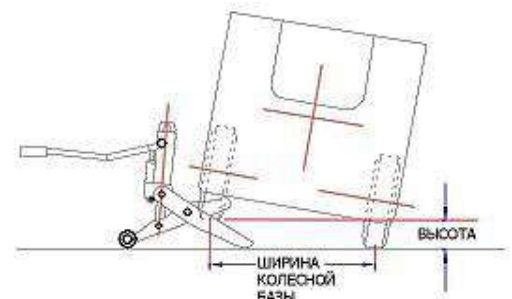

Рисунок 6.
• Будьте предельно внимательны при подъеме узких погрузчиков (ширина менее 1016 мм). Проверяйте, чтобы высота между полом и поднятым колесом не превышала $\frac{1}{4}$ ширины колесной базы погрузчика. Ширина колесной базы измеряется от центральной линии до центра ширины профиля колес (см. рисунок 6). Если Вы превысите это расстояние, велика вероятность опрокидывания погрузчика.